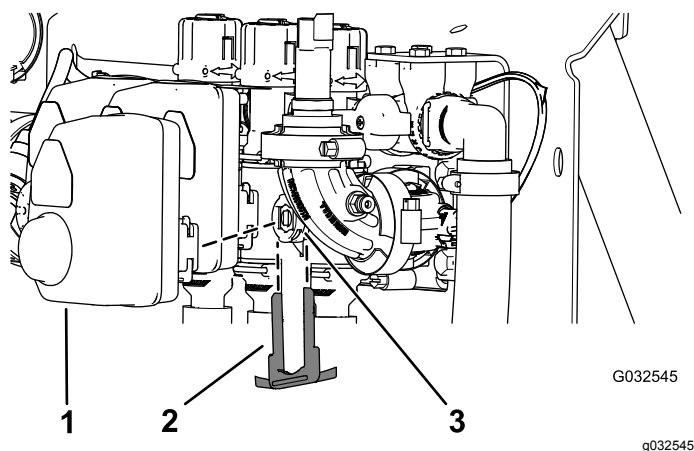

Рисунок 107
2. Снимите держатель, который крепит привод к коллекторному клапану секции или клапану перемешивания (Рисунок 107).